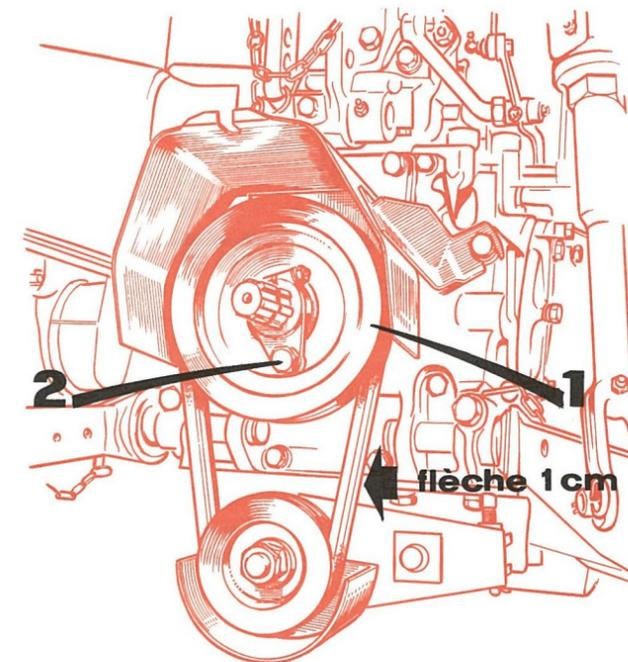

FIG. 36
Au cours du montage, contrôler l'alignement des poulies de commande; déplacer éventuellement la poulie supérieure (1) sur l'arbre de prise de force du tracteur. La tension des courroies surtout quand elles sont neuves, est à contrôler fréquemment. Il est conseillé d'observer une flèche de 1 cm environ, lorsque l'on appuie au centre de l'entraxe de la poulie de commande et de la poulie menée (FIG. 36).
L'utilisateur a la possibilité de débrayer la poulie de commande de la prise de force pour utiliser cette dernière sans entraîner le mécanisme de la faucheuse. Il suffit simplement de supprimer la vis (2 fig 36) d'accouplement.